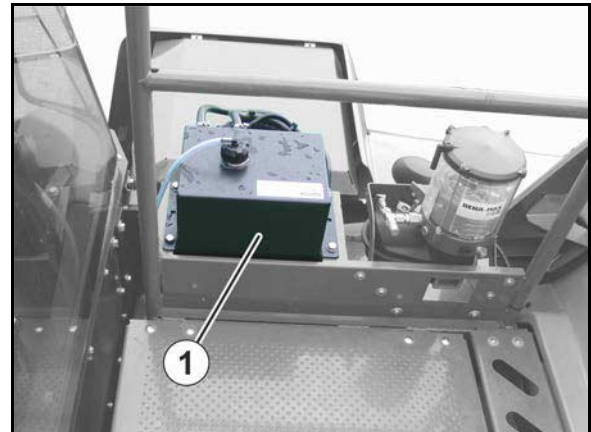

Bild 164
2. Dra ut oljemätstickan (Bild 164/1) och rengör den med en ren trasa.
4. Om så behövs ska oljenivån fyllas på med föreskriven olja i oljepåfyllningsöppningen (Bild 164/2,3).
5. Struva ur oljeavtappningsskruven (Bild 164/4).